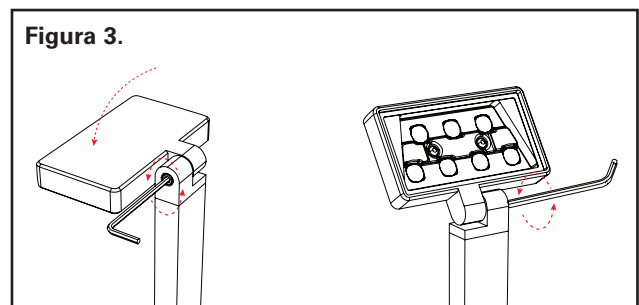

Figura 3.
3. Para ajustarla en forma vertical, con una llave allen de 9/64", afloje el perno del codo y ajuste el cabezal de la luminaria hasta la posición deseada. Ajuste el perno del codo con una llave allen de 9/64" (Figura 3.)